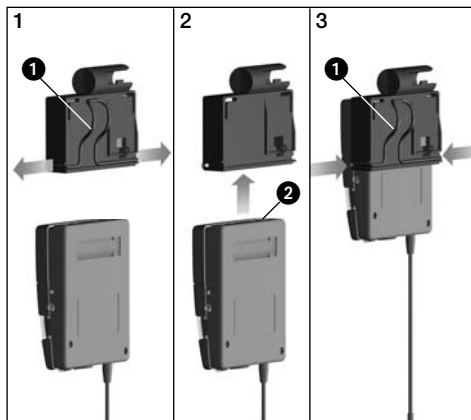

Abb. 2: Taschen-
- Siehe Abb. 2.
1. Ziehen Sie die Enden des Haltebügels (1) aus dem Adapter heraus.
2. Schieben Sie den Taschensender (2) bis zum Anschlag in den Adapter hinein.
3. Stecken Sie die Enden des Haltebügels (1) wieder in die Öffnungen im Adapter. Die Enden des Haltebügels greifen in die Öffnungen im Gehäuse des Taschensenders ein und fixieren den Taschensender.